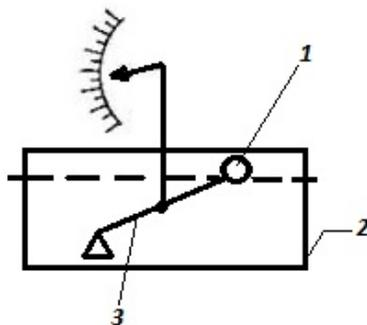

Рис. 40. Поплавковый уровнемер:
*Поплавковые уровнемеры* (рис. 40) применяются для измерения уровня жидкости в резервуарах, находящихся под давлением.